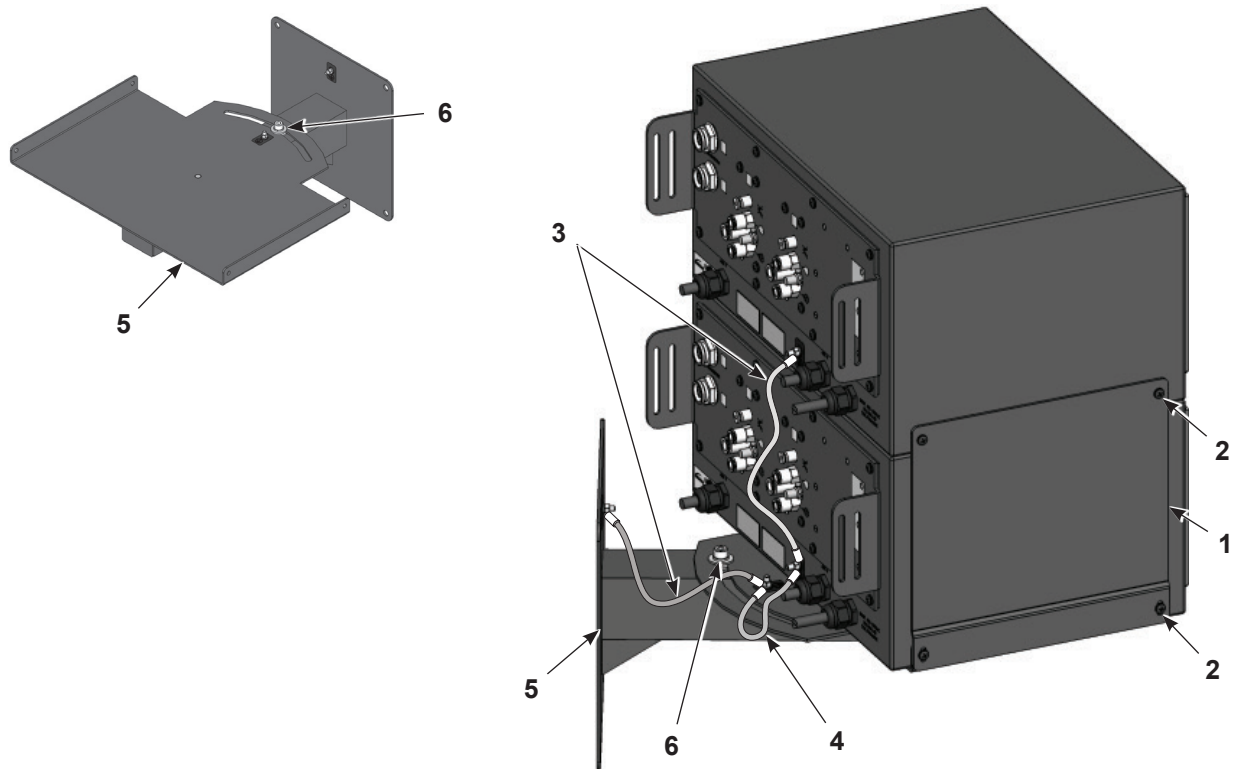

Figure 3-3 Montage du contrôleur double avec console de montage mural en option
1. Voir la Figure 3-3. Installer la console de montage mural (5) sur une surface verticale suffisamment résistante pour supporter le poids du ou des contrôleurs et de la console de montage. Utiliser des éléments de fixation appropriés.
3. En cas d'installation d'un seul contrôleur, le fixer aux flasques de la console avec quatre vis à tête cylindrique M5 x 12 (2).
4. En cas d'installation de deux contrôleurs, utiliser quatre vis à tête cylindrique M5 x 12 (2) pour monter les extrémités fendues des consoles d'empilage (1) et le contrôleur sur le plateau. Ne pas serrer les vis.
6. Relier la masse du contrôleur du haut à celle du contrôleur du bas à l'aide d'un fil de terre de 30 cm (3). Relier la masse du contrôleur du bas au plateau de montage mural à l'aide du fil de terre de 10 cm (4). Utiliser l'autre fil de terre de 30 cm pour relier le plateau à la plaque de montage.
7. Desserrer le boulon (6) de pivotement du plateau pour faire tourner ce dernier dans la position souhaitée, puis serrer le boulon.